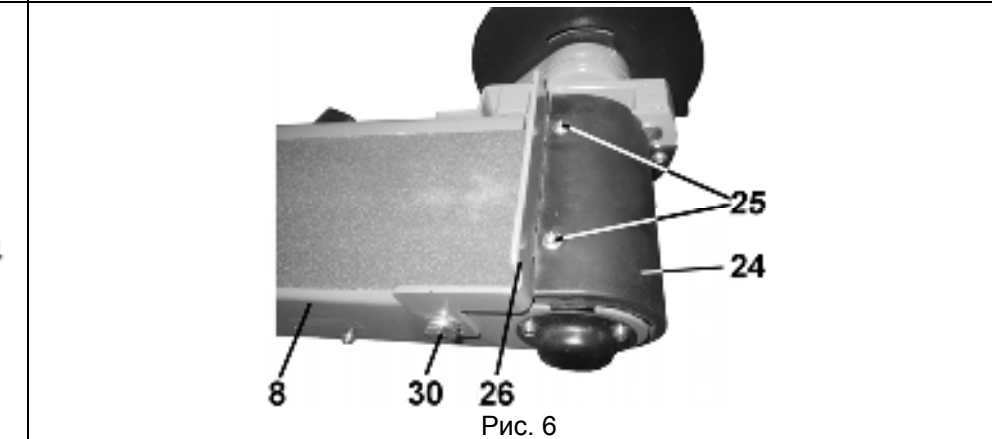

Рис. 6
### 8.4. Установка заднего упора (Рис. 6)
Как показано на Рис. 6, упор (26) установите и закрепите на кожухе (24) винтами (25) и к столу шлифовальной ленты (8) болтом (30).
### 9.1. Регулировка рабочего стола (Рис. 6)